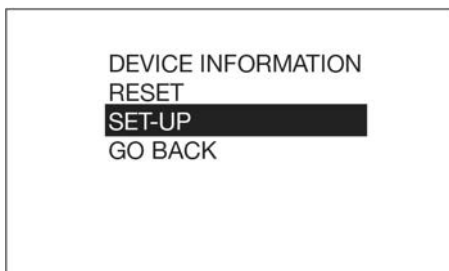

图 24
4. 使用键盘上的向上或向下箭头按钮高亮显示设置(图 24), 然后按键盘中央的 ENTER 按钮选择“设置”选项。